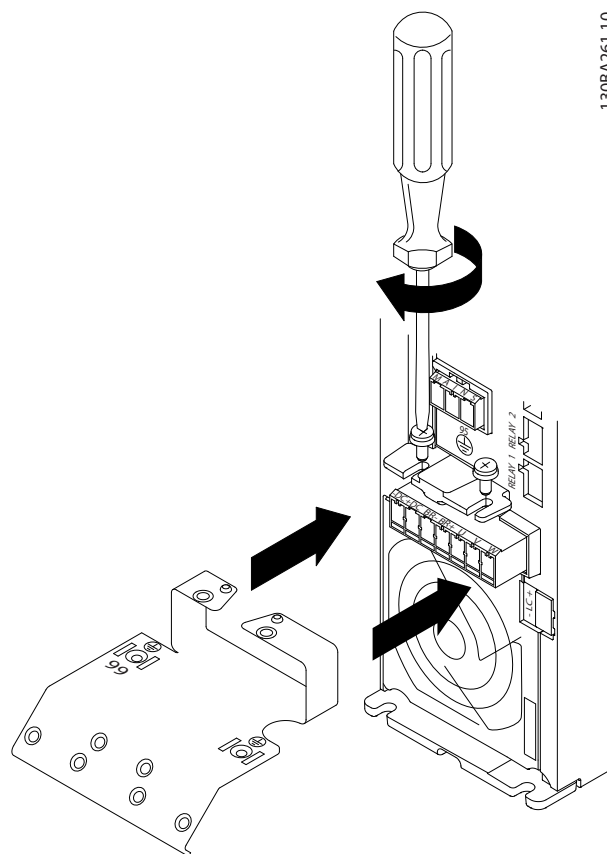

Bild 3.8 Montera monteringsplattan
1. Skjut monteringsplattan på plats och dra åt de två skruvarna enligt anvisningarna i Bild 3.8.